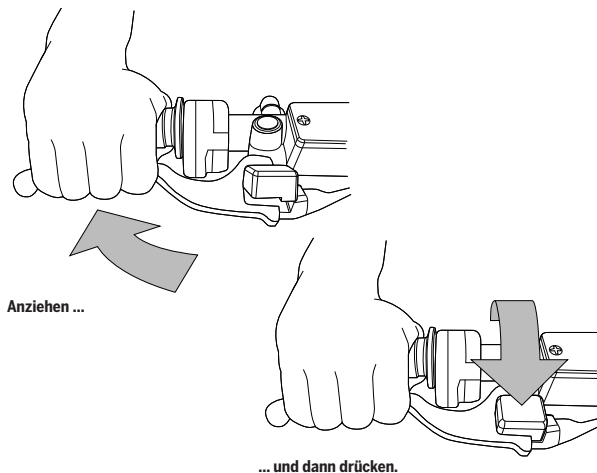

Abbildung 31: Aktivieren der Feststellbremse
4. Ziehen Sie die Feststellbremse an (**Abbildung 31**).